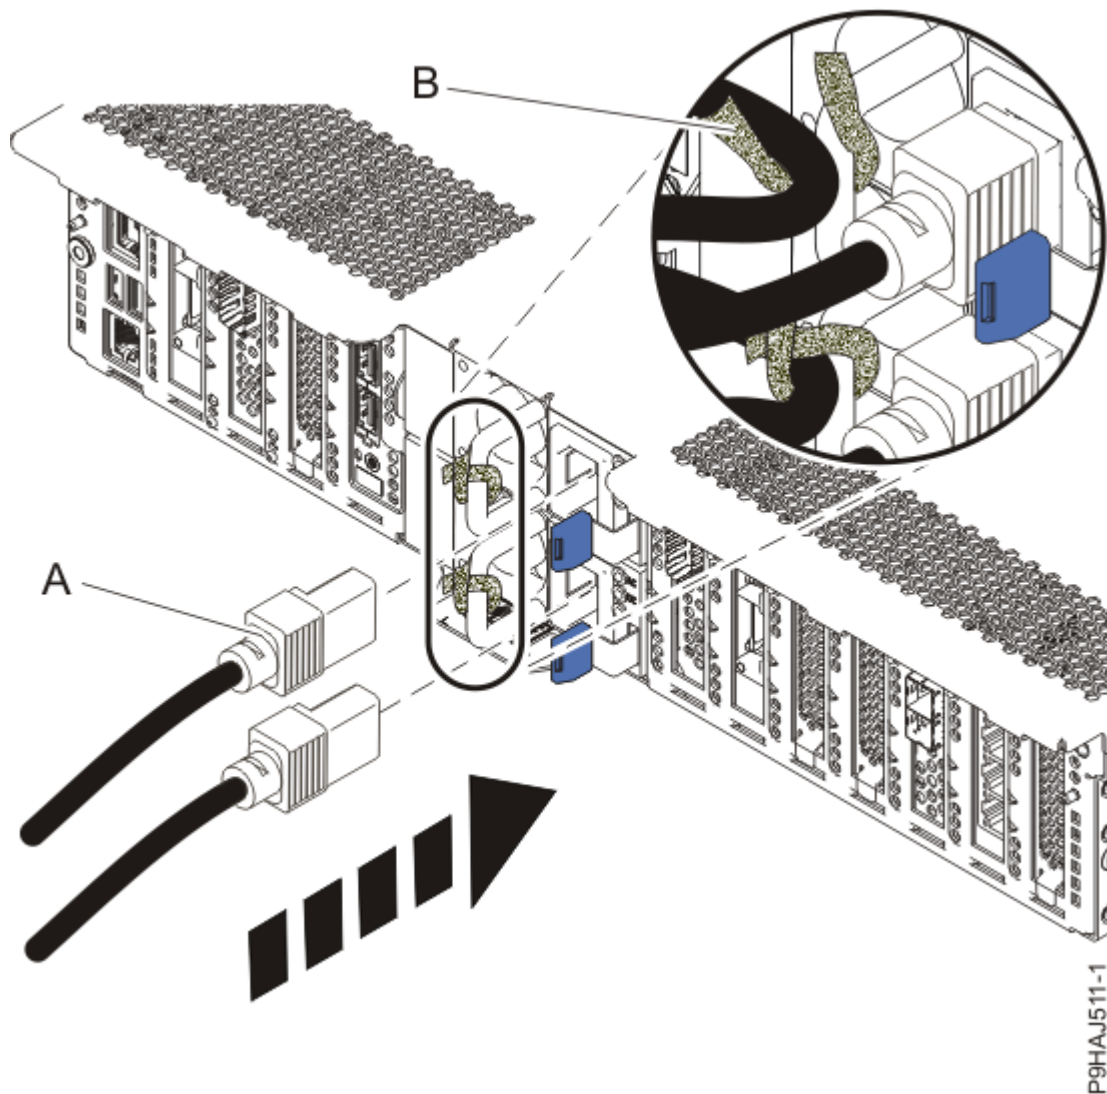

Figura 9. Conexión de los cables de alimentación
6. Mediante las etiquetas, vuelva a conectar los cables de alimentación **(A)** a la unidad del sistema. Sujete los cables de alimentación al sistema utilizando los mecanismos de sujeción **(B)** tal como se muestra en la Figura 9 en la página 12.